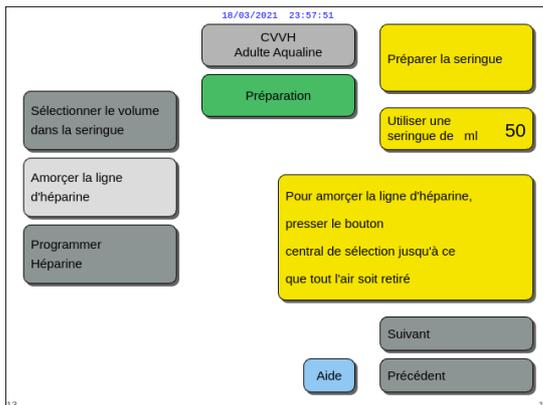

Fig. 67
2. Appuyer sur le *bouton de sélection principal* ⌚ autant de fois que nécessaire jusqu'à ce que tout l'air soit éliminé de la ligne (Fig. 67).